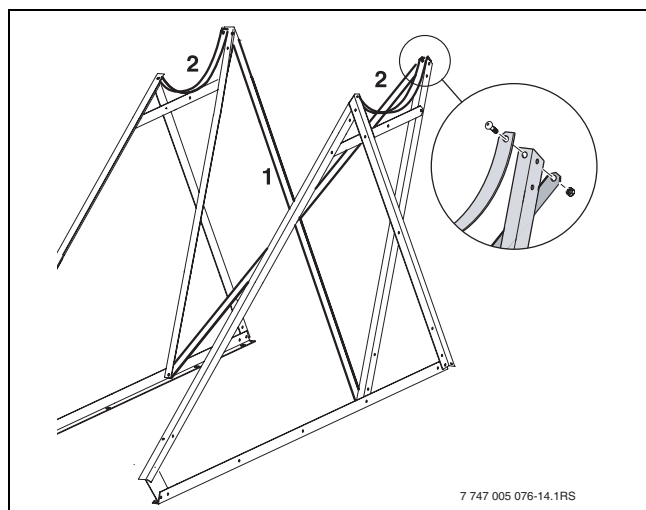

Fig. 14 Montage de la contrelatte
- Assembler par vis les contrelatte au milieu en croix (fig. 14, [1]) et les relier aux deux triangles latéraux. Monter également les attaches du ballon (fig. 14, [2]). La tête de vis plate doit être orientée vers le ballon monté ultérieurement.